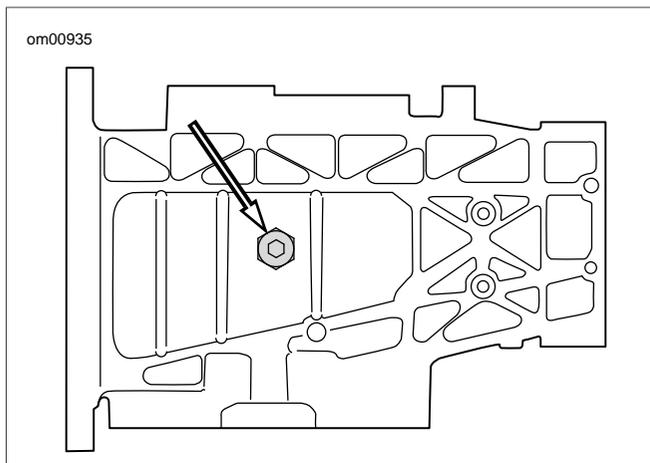

Abbildung 27. Getriebeölablassschraube (Ansicht von unten)
2. Siehe Abbildung 27. Die Getriebeölablassschraube entfernen und das Schmiermittel in einen geeigneten Behälter ablassen.